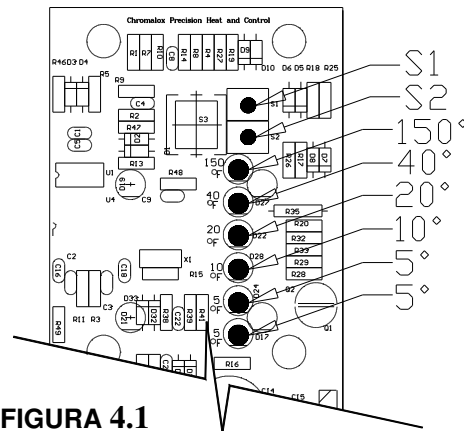

FIGURA 4.1
2. Ubique el botón S1 y S2 en la parte trasera del control. (vea la figura 4.1)